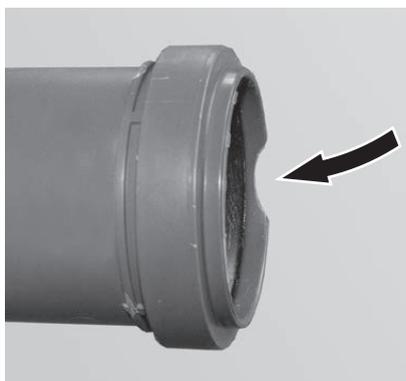
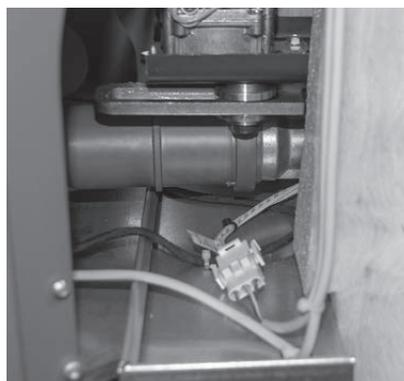

Fig. 52 Raccordo lungo con cavità posteriore
Fig. 53 Raccordo lungo inserito nel tubo di aspirazione del bruciatore.
- Inserire il raccordo lungo allegato nel tubo di aspirazione del bruciatore. La cavità deve stare nella parte posteriore – Fig. 52, Fig. 53.